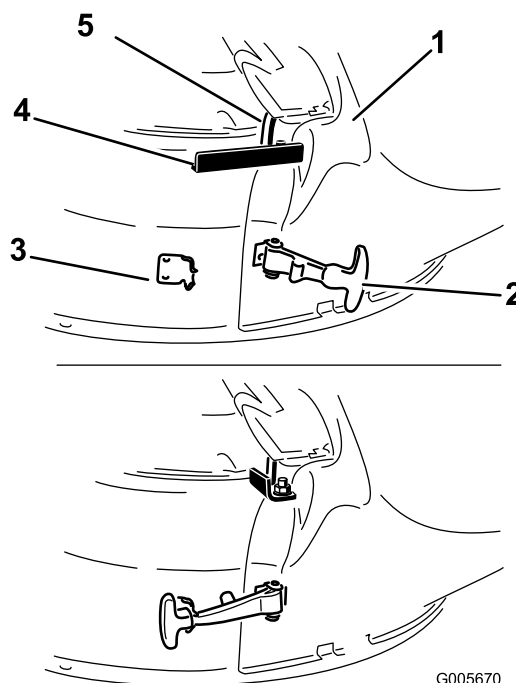

Figure 13
3. Fixez l'éjecteur au plateau. Accrochez le verrou flexible de l'éjecteur à la gâche de retenue soudée sur le plateau de coupe, à l'arrière de l'ouverture (Figure 13). Fixez le crochet de retenue sur la tige de pivot pour fixer l'éjecteur en position.